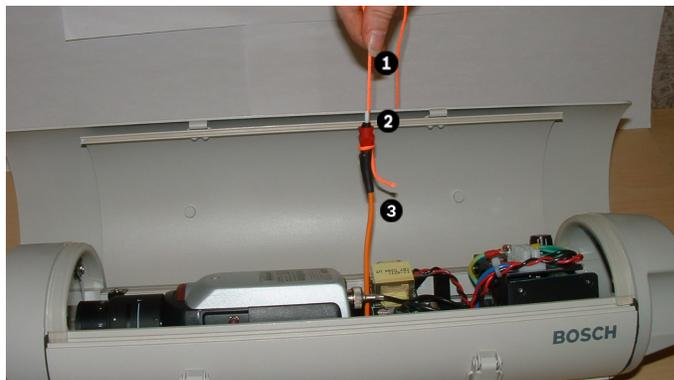

Figura 4.3 Extraiga el cable de fibra óptica
3. Conecte el extremo del cordón al cable de vídeo de par trenzado no blindado (UTP) y extráigalo a través del soporte y el orificio sin utilizar en los pies del soporte para montaje de la cámara como se muestra en la figura *Figura 4.3* en la página página 14.
6. Conecte el extremo del cordón al cable Cat5/Cat6 y extráigalo a través del soporte y el orificio sin utilizar en los pies del soporte para montaje de la carcasa de la cámara. Consulte la *Figura 4.3*.